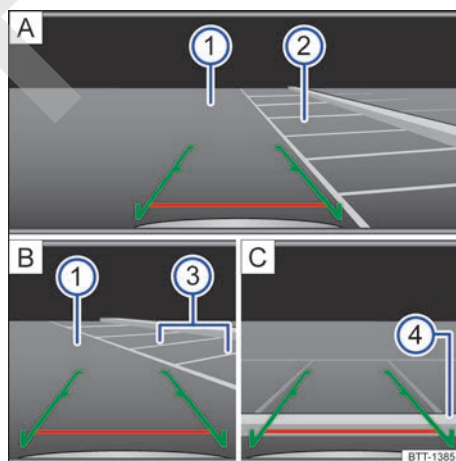

Fig. 109 Visualización en la pantalla del sistema de infotainment: aparcar con el asistente de marcha atrás.
Leyenda de la fig. 109:
- Sitúe el vehículo delante del hueco de aparcamiento ② → fig. 109.
- Retroceda lentamente a la vez que gira el volante de manera que las líneas laterales se introduzcan en el hueco de aparcamiento seleccionado ②. Las líneas tienen que coincidir con las líneas de delimitación laterales ③.
- Detenga el vehículo cuando la línea horizontal haya alcanzado la delimitación trasera ④.